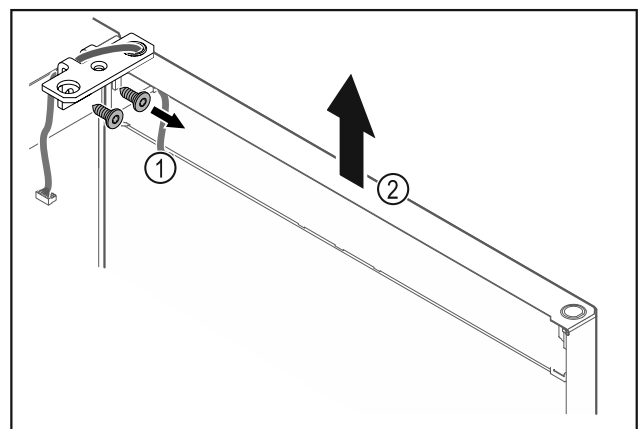

Fig. 25
- ▶ Desatornillar la escuadra de bisagra Fig. 25 (1).
- ▶ Levantar la puerta junto con la escuadra de bisagra Fig. 25 (2) aproximadamente 200 mm recta hacia arriba y retirar.